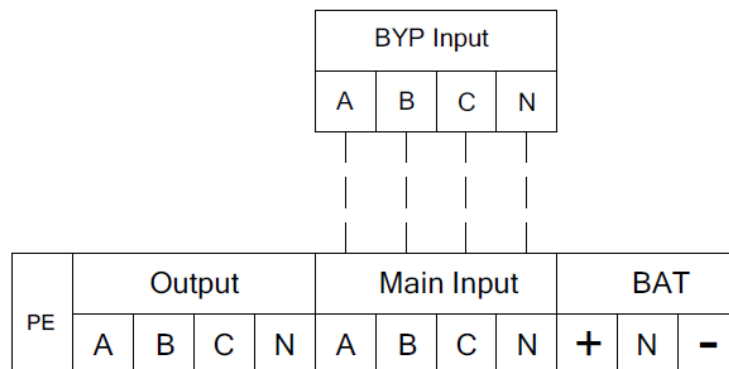
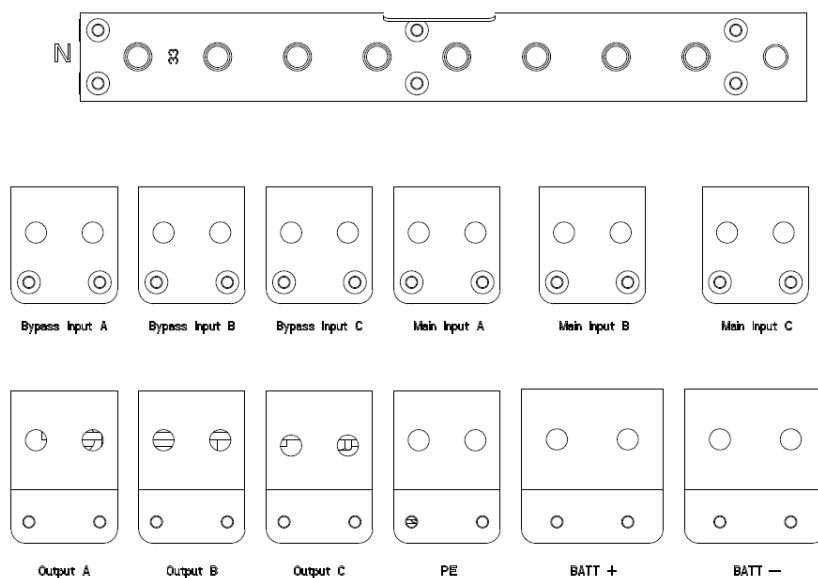
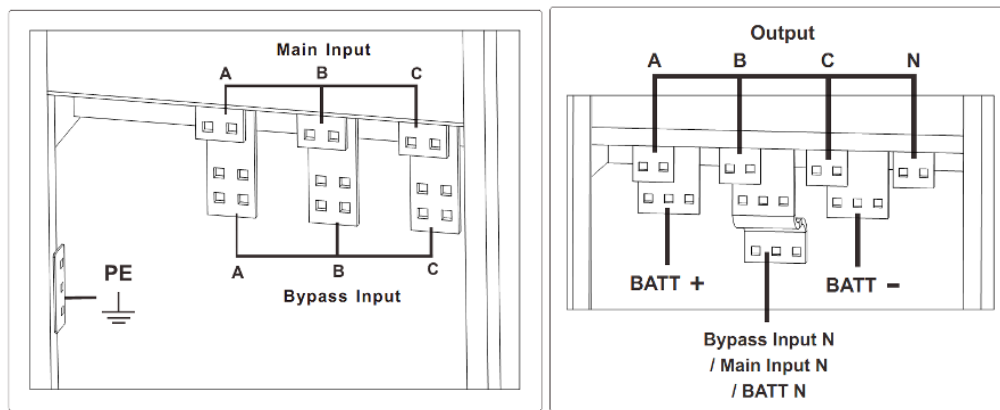

Figura 2-17 Terminais de conexões de 6 slots (a entrada de bypass separada é opcional)
Figura 2-18 Terminais de conexões de 10 slots (a entrada de bypass separada é opcional)
Figura 2-19 Terminais de conexões de 20 slots
2) Abra a porta traseira do armário, remova a tampa de plástico. O terminal de entrada e saída, o terminal da bateria e o terminal de proteção à terra são mostrados na Figura 2-17, na Figura 2-18 e na Figura 2-19.